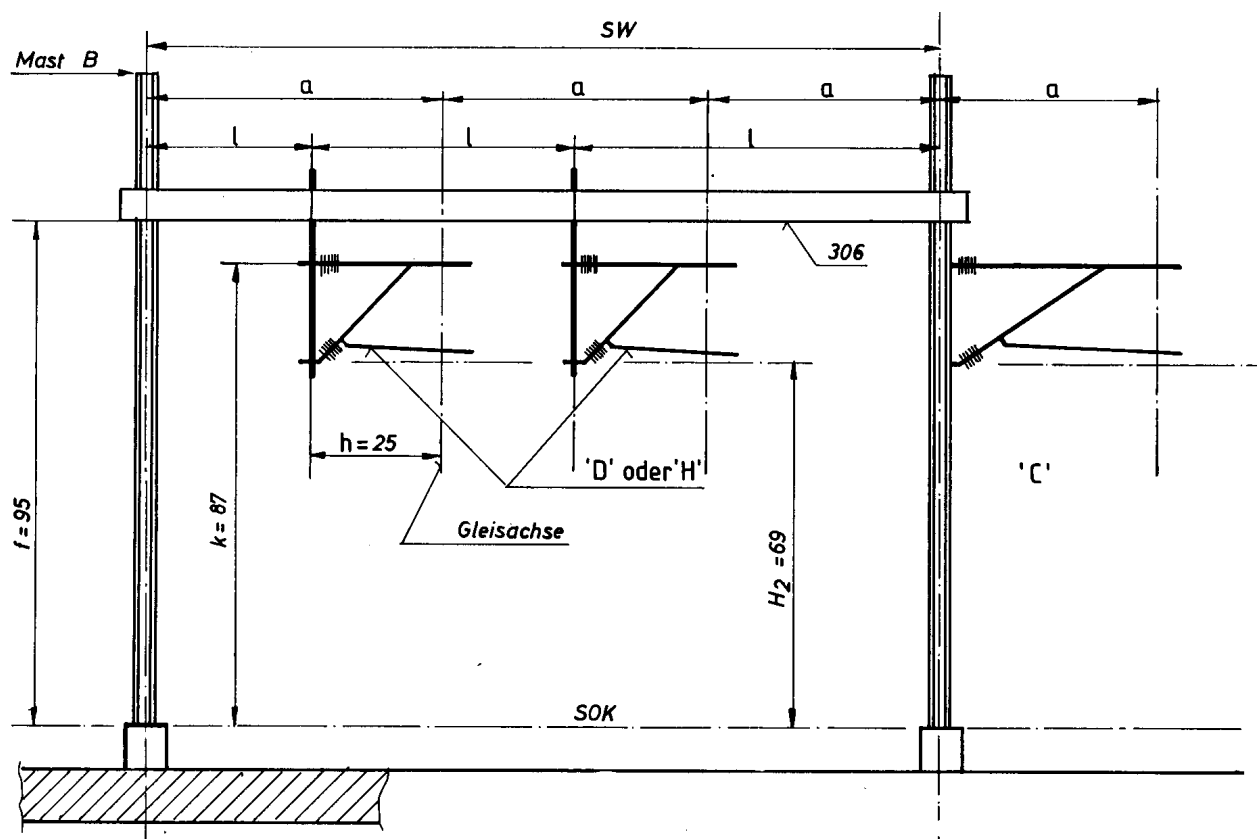

Bild 3.38: Beispiel einer Zeichnung eines Quertragwerkes
Von jedem unterschiedlichen Quertragwerk erstellen wir uns eine Skizze im Massstab 1:1. Bild 3.38 zeigt ein Beispiel eines
Bild 3.38: Nun markieren wir die Hängestützen-Positionen auf dem Querträger (1). Die Ausleger werden positioniert und mit Klebeband gesichert (2). Eventuell muss bei den Auslegern Karton unterlegt werden, damit sie später auch senkrecht im Querträger hängen werden. Die Lötstellen müssen wir vom Gitterträger her erwärmen. Damit vermeiden wir grösstmöglichst das Lösen der Lötstellen am Ausleger. Auch hier sollten wir mit Krokodilklemmen als Wärmeableiter arbeiten.